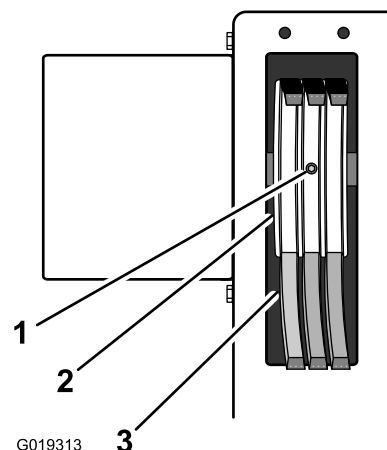

Figura 54
- A. Tire del arrancador del motor hasta que pueda acceder al agujero del tornillo de fijación de la ranura central de la correa en V de la polea (Figura 54).
B. Afloje el tornillo de fijación (Figura 54).
D. Apriete el tornillo de fijación (Figura 54).